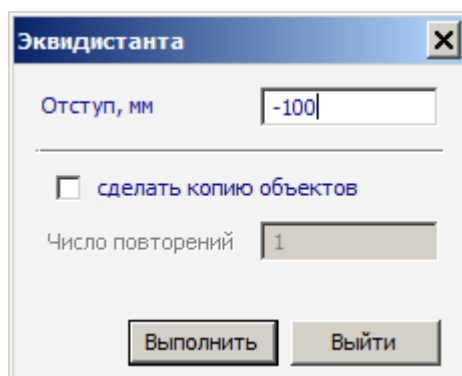

Рис.23.20. Диалоговое окно **Эквидистанта**
- Вызовите диалоговое окно **Эквидистанта** (рис.23.20) щелчком по кнопке  - **Эквидистанта** (панель **Корректировка** на вкладке **Редактирование**).